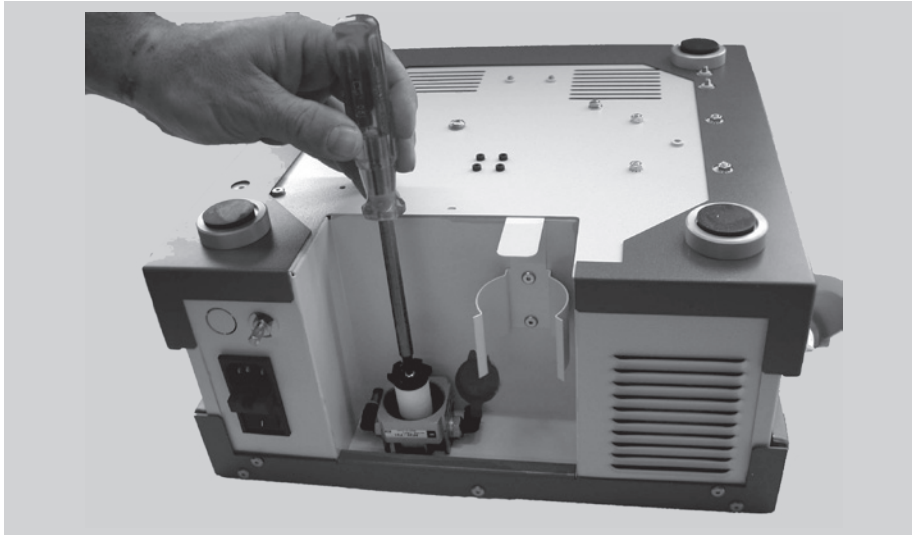

Bild 4-6 Lösen der Befestigungsschraube
- Lösen Sie zunächst die Befestigungsschraube (Bild 4-6).